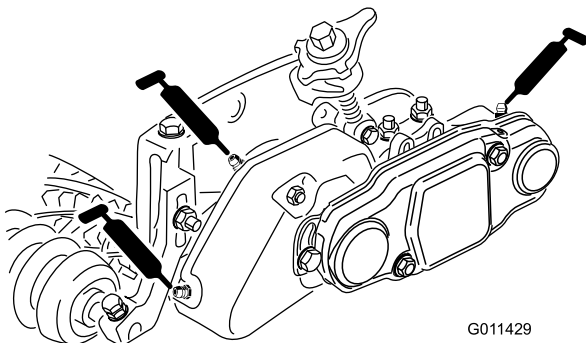

Figura 37
49. Encha cada caixa de rolamentos do cilindro com massa lubrificante (Figura 37). O excesso de massa lubrificante será purgado, entre os vedantes interiores e os resguardos dos vedantes.
50. Lubrifique cada um dos rolamentos do rastelo (2 ou 3 aspersões, no máximo) (Figura 37). Não lubrifique excessivamente, pois tal excesso poderá provocar problemas no vedante. Limpe a massa lubrificante em excesso.